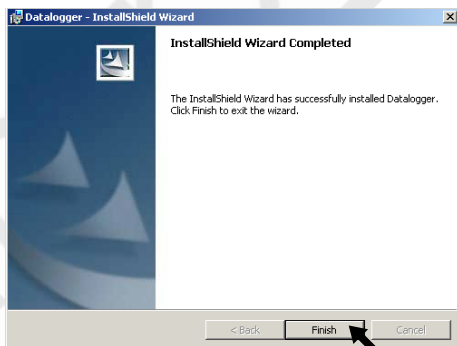

fig.4
- Ao término da instalação a tela “InstallShield” será exibida, clique em **Finish** para finalizar. (fig.4)